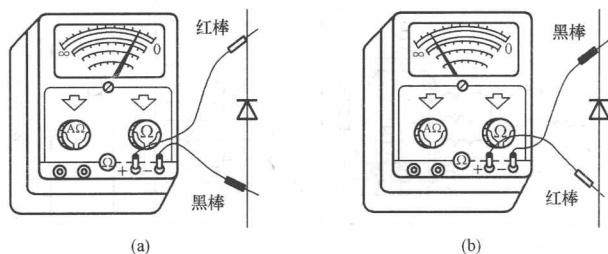

图 1-8 二极管极性判别
1) 正、负极性的判别。测量时,将万用表的两表棒分别接二极管的两极,如图 1-8 所示。如果电阻的读数较小,则黑表棒所接的一端是二极管的正极,红表棒所接的一端为负;反之,当测得的电阻值较大时,则与红表棒相接的一端为二极管的正极,与黑表棒相接的一端为二极管的负极。
2) 好坏判别。在图 1-8 (b) 中,黑表棒和万用表内电池的正极相接,故此时加在二极管上的是反向电压,因此测量出的是反向电阻,阻值较大,如小功率二极管的反向电阻值一般为 $100 \sim 200k\Omega$ 。在图 1-8 (a) 中,加在二极管上的是正向电压,测量出的是正向电阻,阻值较小,如锗材料小功率二极管正向电阻值约为几百欧姆,硅材料二极管正向电阻值为 $1.5k\Omega$ 左右。